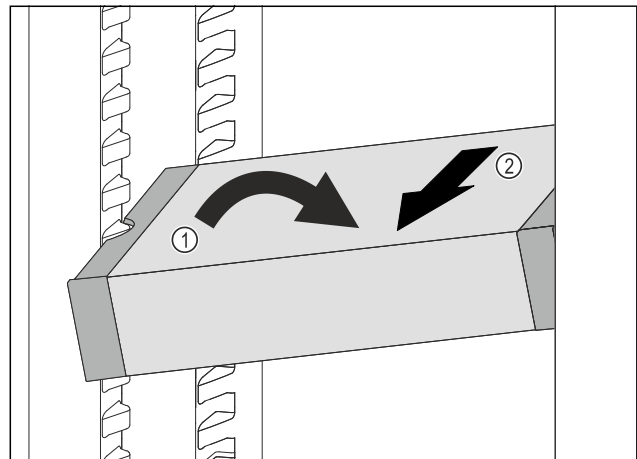

Fig. 185
- VarioSafe im Kühlteil schräg stellen. Fig. 185 (1)
- VarioSafe nach vorne entnehmen. Fig. 185 (2)